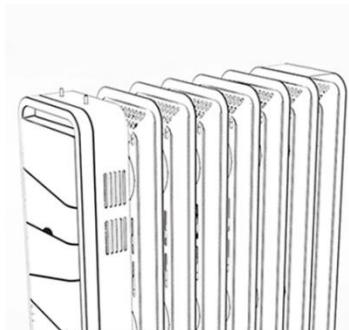

Fig.1
1. Coloque el calefactor de cabeza para abajo.(Fig.1)